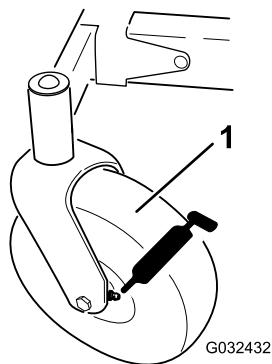

Figure 33
3. Nettoyez les graisseurs (Figure 33) avec un chiffon.
4. Raccordez une pompe à graisse à chaque graisseur (Figure 33).